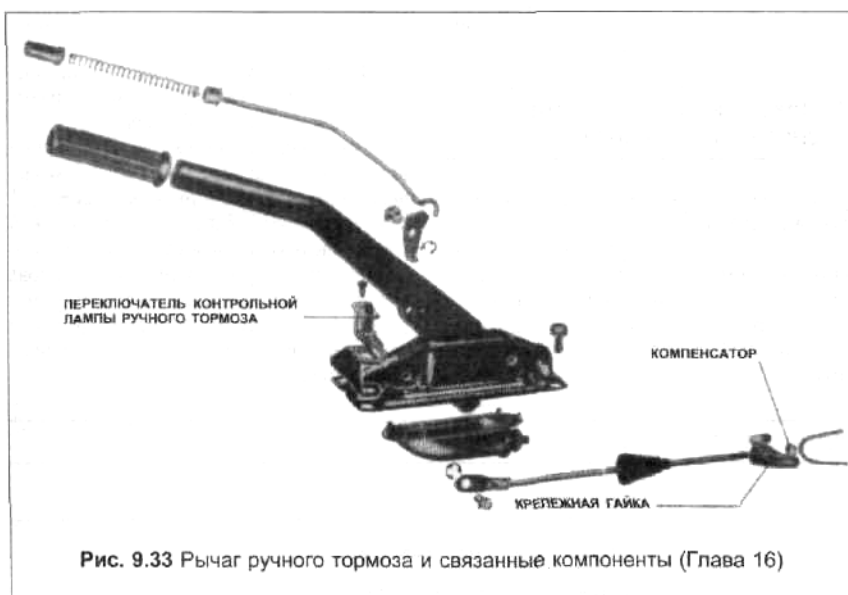

Рис. 9.33 Рычаг ручного тормоза и связанные компоненты (Глава 16)
- 2 Открутите гайку от тяги ручного тормоза, снимите компенсатор (Рисунок 9.33).